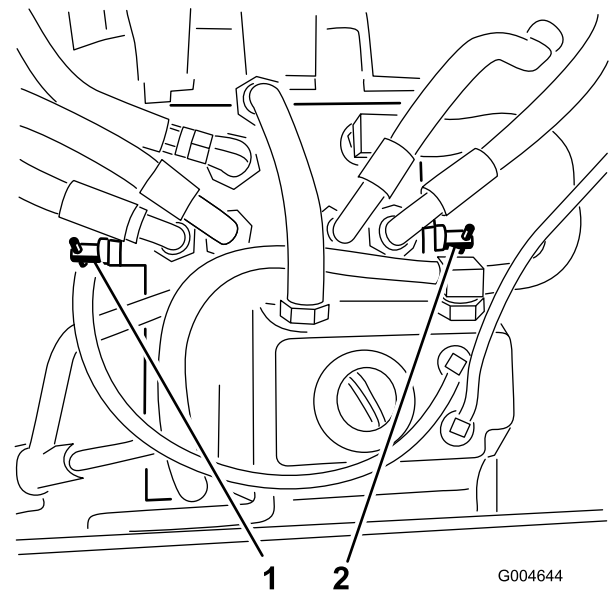

図 34
3. 各バイパスバルブを左回りに1回転させる（図 34）。
各バイパスバルブを右に1回転させて手締めする（おおよそ 71 in-lb (8 N·m) (0.8 kg·m) (図 34)）。